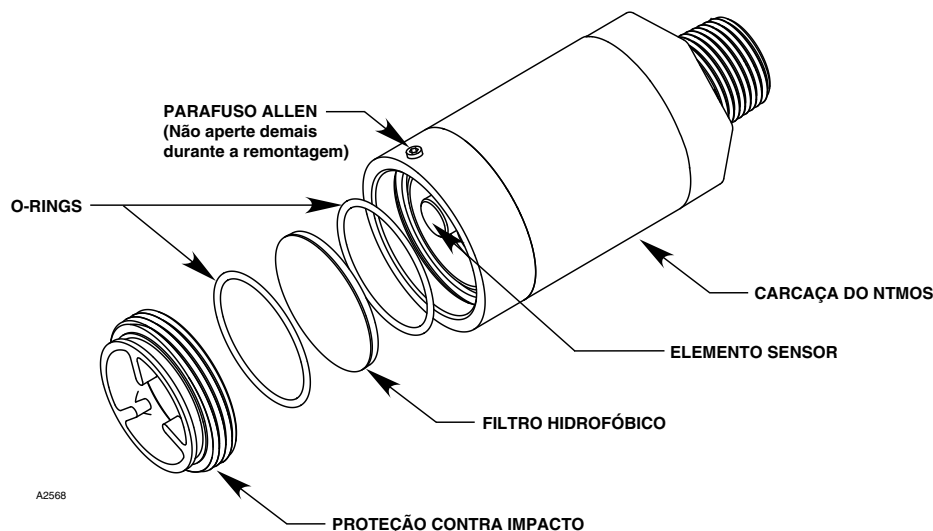

Figura 9 — Desmontagem do Detector NTMOS
1. Solte o parafuso de fixação que prende a proteção contra impacto com uma chave Allen de 1/16 pol (veja na Figura 9).